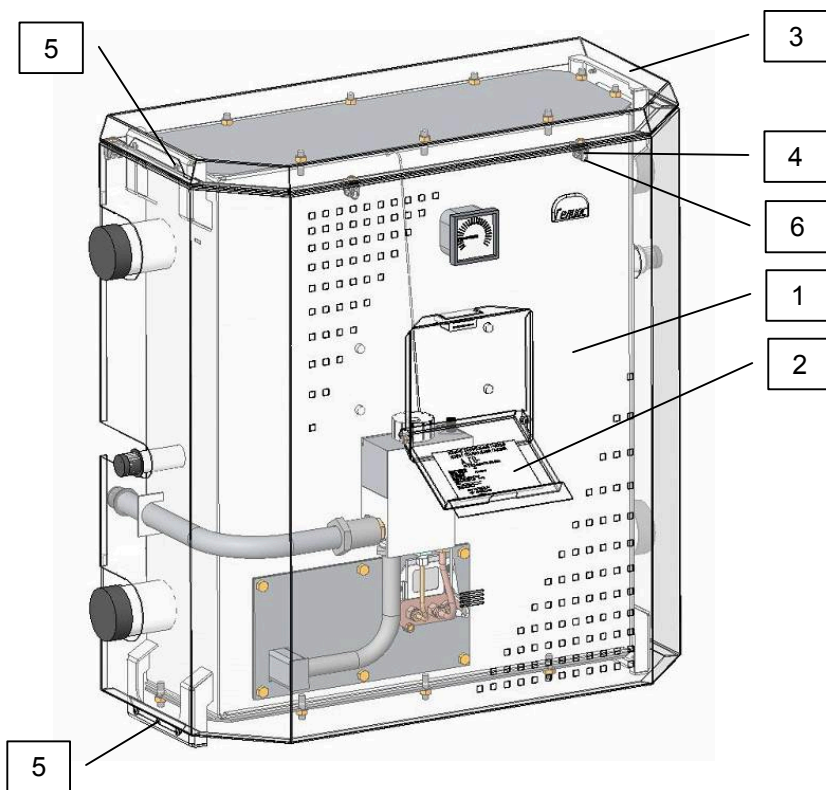

Рис. 3 - схема облицювання апарата.
5.4 Схема облицювання апарата представлена на рис.3.